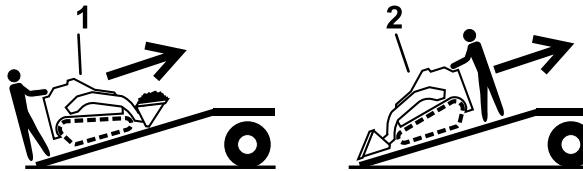

Figura 20
5. Caricate la macchina sul rimorchio con l'estremità più pesante sulla rampa, trasportando i carichi verso il basso (Figura 20).